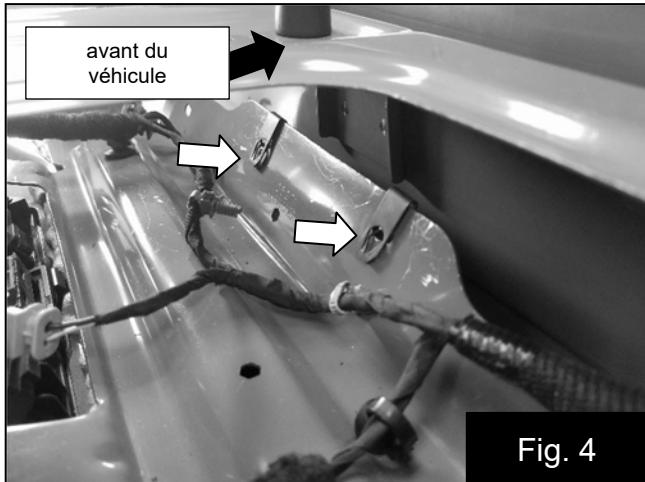

Fig. 4
6. Installez les attaches filetées fournies. Fig. 4